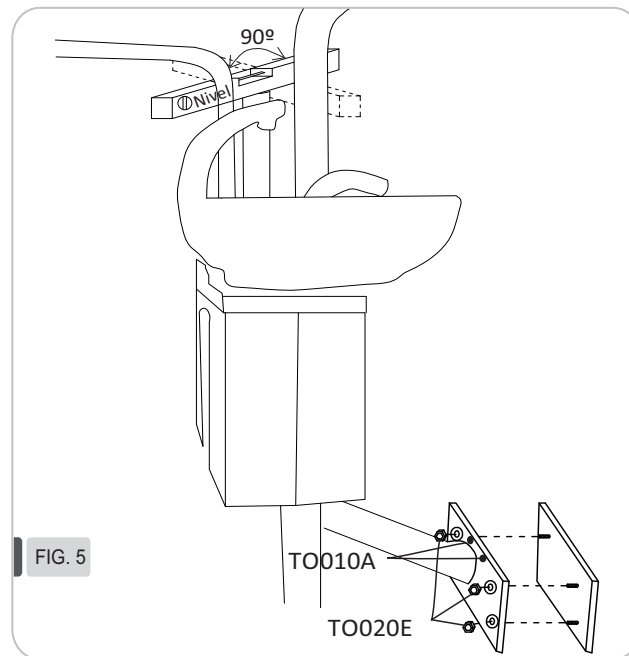

FIG. 5
La U.Dental está contenida junto a una lámpara dental en una caja de 1 x 0,82 x 0,82 mts. de altura; pesa aprox. 63kg. Transportar la caja hasta ubicarla sobre el costado izquierdo del sillón; retirar la tapa de la caja y observar que la U.Dental esté bien posicionada respecto al sillón; cortar las ataduras entre la caja y la U.Dental, retirar el perímetro de la caja, Lámpara Dental, etc. Por último desatornillar la U.Dental, entre dos personas tomarla y ensamblarla al Sillón según Fig. 5. Apretar suavemente las tres tuercas TO020E.
**Nivelación:** verificar que la base del Sillón esté bien apoyada sobre el piso, cualquier basculamiento deberá ser corregido suplementando entre el piso y la base del sillón o con los registros en el M1. Ubicar un “Nivel de Albañil” sobre el caño que servirá de soporte a la Lámpara Dental (ver Fig. 5) colocarlo en una posición y alternando con la transversal a la misma mientras se ajustan las tuercas TO020E.